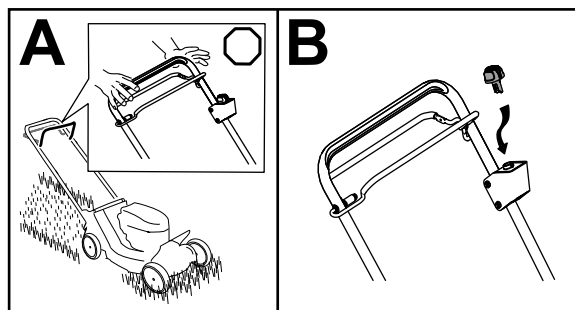

Figura 17
1. Suelte la barra de control de las cuchillas (Figura 17, A).
2. Retire el botón de arranque eléctrico del interruptor de arranque eléctrico (Figura 17, B).